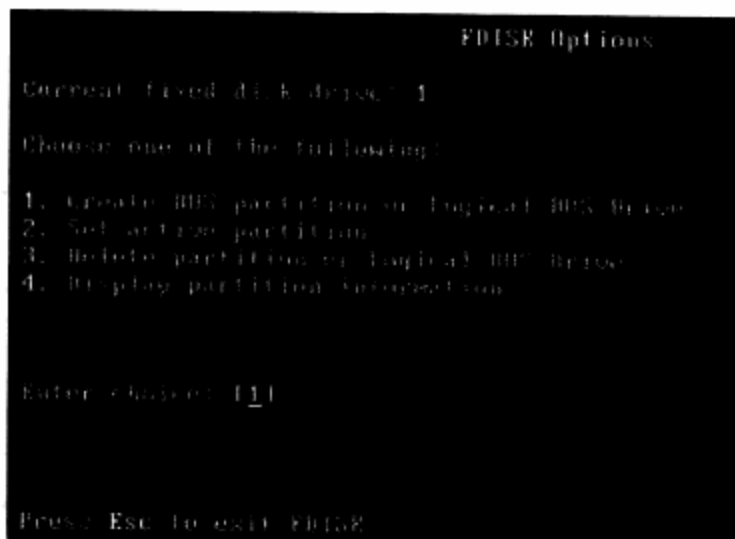

图4-18 Fdisk主界面
**步骤 04** 如果要用FAT32格式进行磁盘的分区，按Y键进入Fdisk的分区主界面，如图4-18所示。